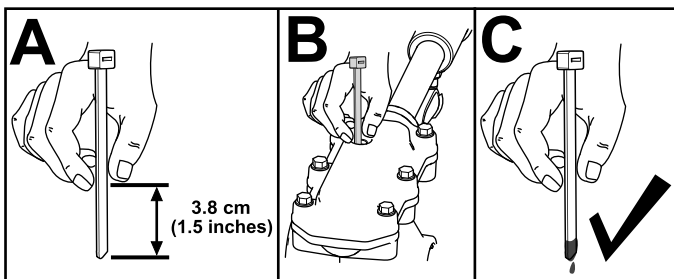

Bild 39
3. Überprüfen Sie den Ölstand mit einem geeigneten Messgerät, z. B. einem sauberen Kabelbinder. Das Öl sollte ca. 3,8 cm unter der Einfüllöffnung liegen (Bild 39).